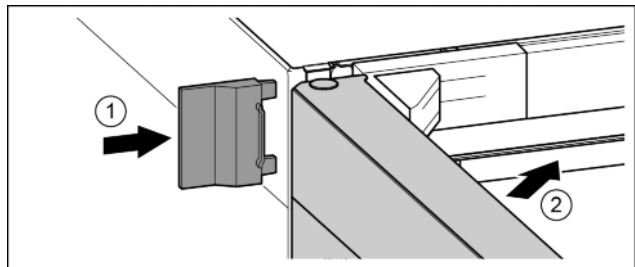

Fig. 20
- ▶ Nasuňte vonkajší kryt. Fig. 20 (1)
- ▶ Zatvorte vrchné dvere. Fig. 20 (2)